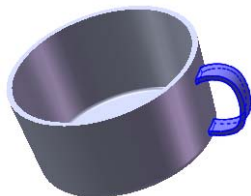

图 3.29.11 扫描 1
Step9. 创建图 3.29.11 所示的零件特征——扫描 1。选择下拉菜单 **插入(I)** → **凸台/基体(B)** → **扫描(S)** 命令，系统弹出“扫描”对话框；选取草图 3 作为扫描 1